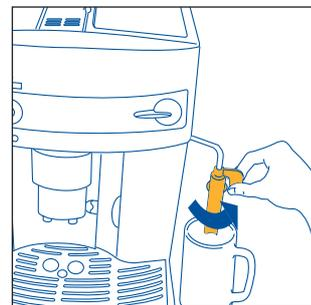
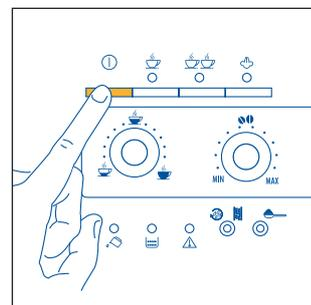

Fig. 3
Fig. 4
2. Desplace el emulsionador hacia afuera y coloque una taza abajo (fig.3) y encienda la máquina presionando el botón ① (fig.4).
- gire el emulsionador hacia el exterior de la máquina (fig. 3).
- Coloque un recipiente debajo del emulsionador (fig. 3).
- Desplace hacia afuera el emulsificador (fig. 3).